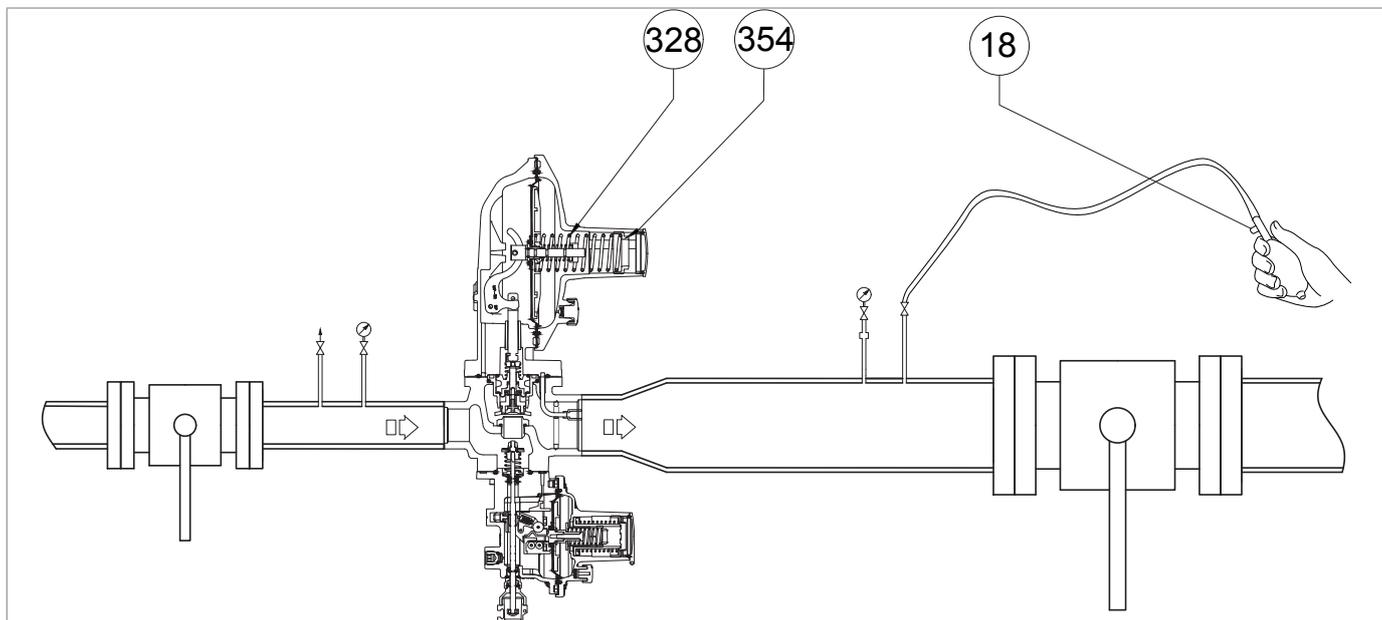
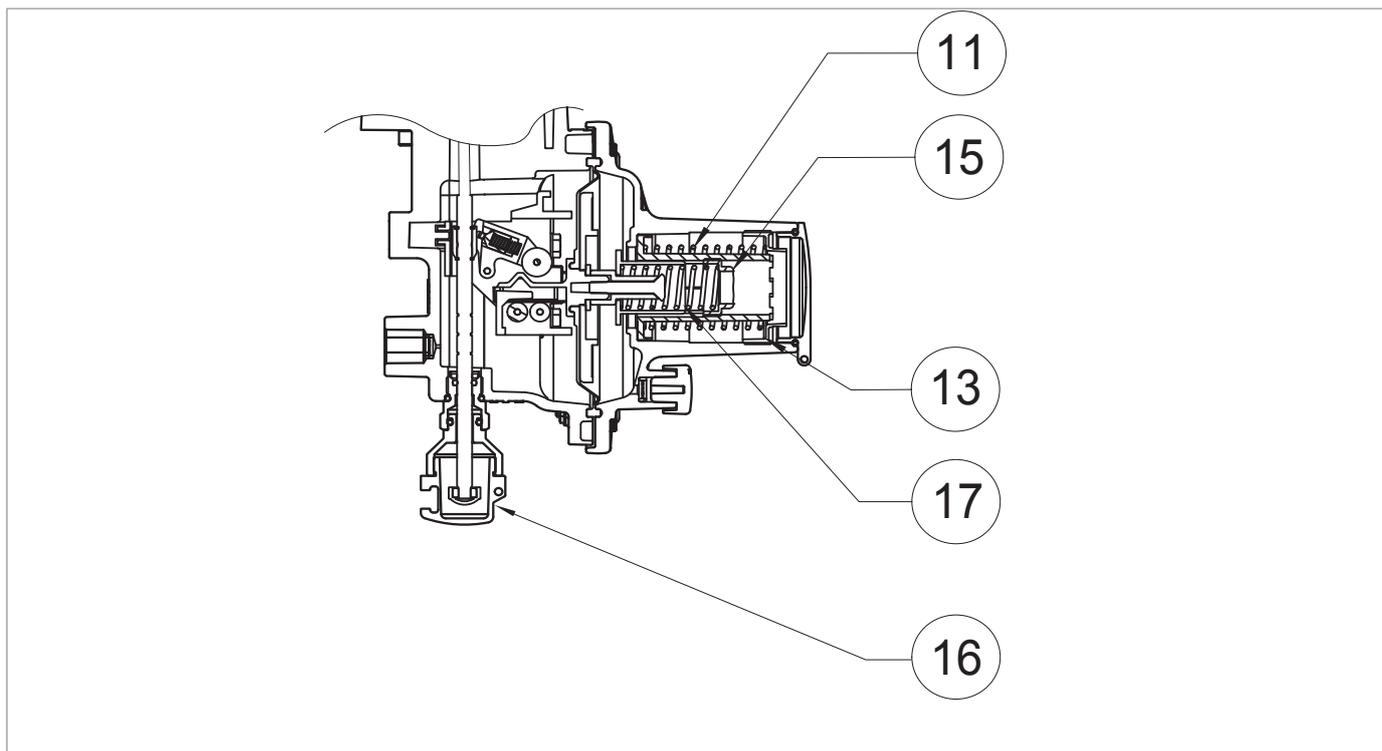
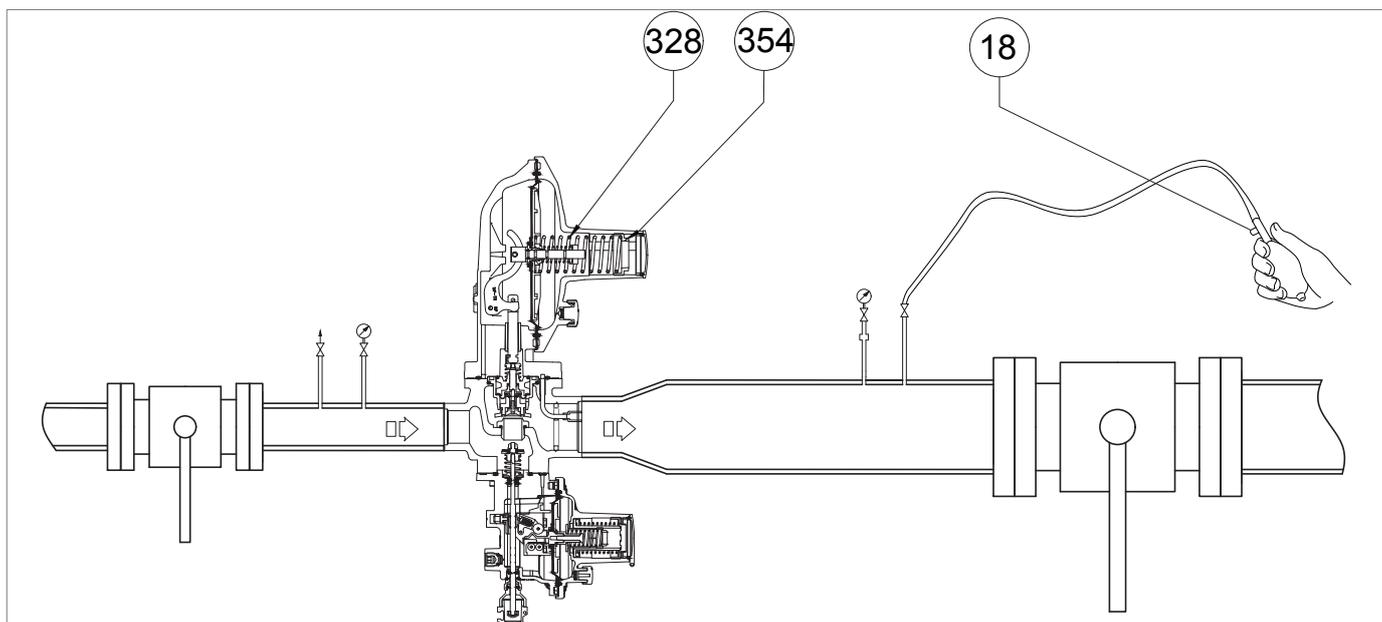

Рис. 8.22. Герметизация с внешним источником для встроенного ПЗК LA
Рис. 8.20. Калибровка реле давления для клапана блокировки LA
Рис. 8.21. Герметизация с внешним источником для встроенного ПЗК LA
1	<p>Увеличить давление на выходе до значения срабатывания ПЗК, подключив внешний источник давления к сливному крану (Рис. 8.20, дет. 6), расположенному на трубопроводе на выходе, убедившись, что открыт дополнительный сливной вентиль (Рис. 8.22, дет. 18).</p> <div style="border: 1px solid black; padding: 5px; margin: 5px 0;">  ВАЖНАЯ ИНФОРМАЦИЯ! </div> <p>Проверить давление с помощью манометра на выходе (Рис. 8.20, п. 5).</p> <p>Если отсекающий клапан:</p> <ul style="list-style-type: none"> • срабатывает до предусмотренного значения давления: завинтить (по часовой стрелке) регулирующее кольцо (13), чтобы больше сжать пружину (11); • не срабатывает на предусмотренном значении давления: отвинтить (против часовой стрелки) регулирующее кольцо (13), чтобы сработала пружина (11).
2	Уменьшить давление в нижней части, открыв дополнительный сливной кран (Рис. 8.22, дет.18), чтобы довести его до калибровочного значения основного регулятора.
3	Закреть дополнительный сливной кран (Рис. 8.22, дет. 18).
6	Закреть сливной кран (Рис. 8.20, дет.б) для отключения внешнего источника давления.
1	Частично открыть сливной кран (Рис. 8.20, дет. 6) в атмосфере и удерживать его открытым для следующих этапов.
2	Повернуть регулировочное кольцо (Рис. 8.20 дет. 3) регулятора против часовой стрелки, чтобы уменьшить давление на выходе (Pd) до минимального давления, необходимого для работы ПЗК.
3	<p>При необходимости снять крышку (Рис. 8.22, дет. 354) вместе с регулировочное кольцо и снять регулировочную пружину (Рис. 8.22, дет. 328).</p> <div style="border: 1px solid black; padding: 5px;"> <p>! ВАЖНАЯ ИНФОРМАЦИЯ! Проверить значение давления срабатывания ПЗК, указанное манометром на выходе (Рис. 8.20, дет. 5).</p> </div>
4	<p>Если отсекающий клапан:</p> <ul style="list-style-type: none"> срабатывает до предусмотренного значения давления: отвинтить (против часовой стрелки) регулирующее кольцо (Рис. 8.21, дет. 15), чтобы сработала пружина (Рис. 8.21, дет. 17); не срабатывает на предусмотренном значении давления: завинтить (по часовой стрелке) регулирующее кольцо (Рис. 8.21, дет. 15), чтобы больше сжать пружину (Рис. 8.21, дет. 17).
5	<p>После проведения проверки на срабатывание отсекающего клапана при заданном значении, действовать следующим образом:</p> <ol style="list-style-type: none"> 1. Закрыть вентиль стравливания (Рис. 8.20, дет. 6) 2. Установите регулировочную пружину (рис. 8.21, дет. 328), заглушку (Рис. 8.22, дет. 354), регулировочное кольцо (Рис. 8.20, дет. 3) 3. Медленно открыть входной отсекающий клапан (V1) до тех пор, пока значение давления на выходе (Pd) не достигнет калибровочного значения регулятора, сверяясь с манометром на выходе (Рис. 8.20, дет. 5) 4. Закрыть отсекающий клапан на входе (V1) 5. Медленно и частично открыть вентиль стравливания (Рис. 8.20 дет. 6), чтобы уменьшить давление на выходе по показаниям манометра на выходе (Рис. 8.20 дет. 5), пока не сработает минимальное давление 6. Проверить правильное тарирование пружины минимального давления, повторяя шаги 2-3-4 не менее трёх раз 7. Выполнить тарирование главного регулятора, см. пар. «8.5 - Процедура запуска в эксплуатацию регулятора»
7	Повернуть по часовой стрелке регулирующее кольцо (Рис. 8.20, дет.3), чтобы увеличить давление на выходе до значения тарирования регулятора.
9	Закрыть сливной вентиль (Рис. 8.20, дет. 6).